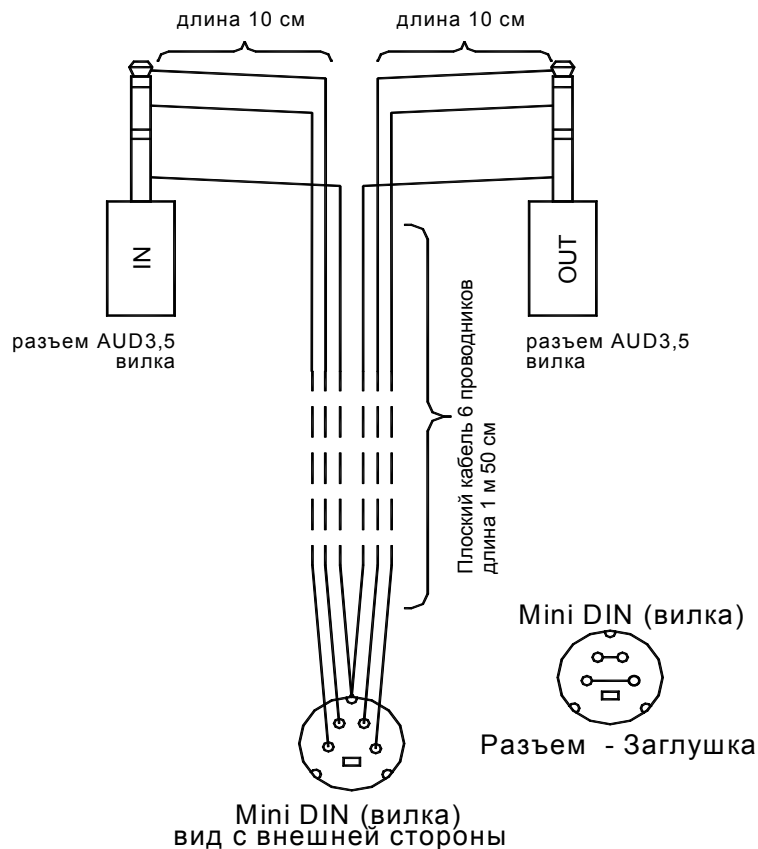

Рис. 2. Кабель аудиоинтерфейса ЦПЛУ
5.14. Назначение контактов гнезда разъема «AUDIO» приведено на рис.2.